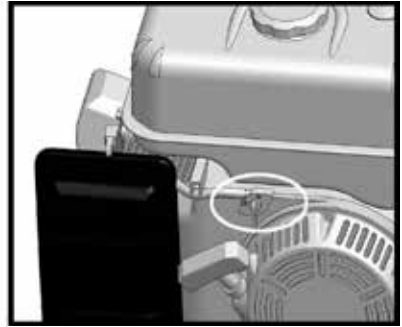

Fig. 2 – Drivstoffkran
5. Åpne drivstoffkranen (fig. 2).